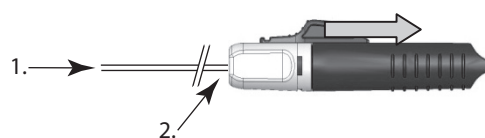

Figure 5
- Remarque :** L'I.D. (Instant Detacher) peut également être retiré au terme de la course, si désiré. Pour retirer l'I.D. (Instant Detacher) au terme de la course, tenir la glissière pour le pouce à sa position la plus arrière et retirer l'I.D. (Instant Detacher). (Voir Figure 5).